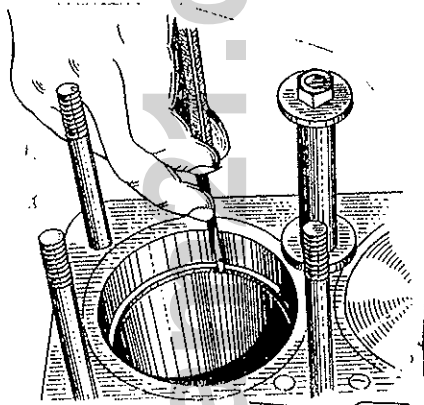

Bild 77 Aussuchen der Pleuellringe zum
f) Pleuellringe zum Zylinder aussuchen, wie Bild 77 zeigt;